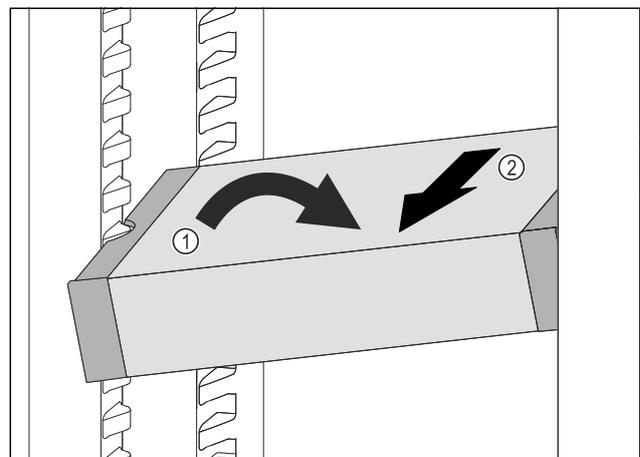

Fig. 94
- ▶ VarioSafe im Kühlteil schräg stellen. Fig. 94 (1)
- ▶ VarioSafe nach vorne entnehmen. Fig. 94 (2)